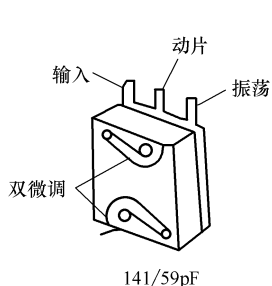

图 8-55 小型有机薄膜双联可变电容器引脚识别方法
2) 小型有机薄膜双联可变电容器引脚识别方法。如图 8-55 所示是小型有机薄膜双联可变电容器引脚识别方法示意图, 依据这一实物图可以方便地分清各引脚。